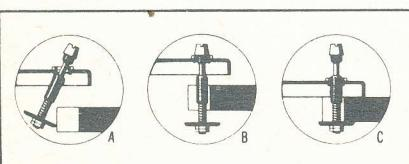

Fig. 1
Veuillez enlever toutes les parties de l'emballage, y compris les cales placées entre platine et plateau. Les vis de sécurité de transport sont à mettre dans la position à appliquer pendant la lecture des disques (fig. 1 B). Pour obtenir la sécurité pendant un transport, il suffit de desserrer les vis en tournant à gauche, les tirer ensuite vers le haut et de continuer à tourner dans le même sens (C). Pour supprimer ce blocage pour le transport, tourner les deux vis dans le sens des aiguilles d'une montre jusqu'à ce qu'elles tombent environ 1,5 cm, puis continuez à tourner jusqu'à serrage complet dans le même sens.